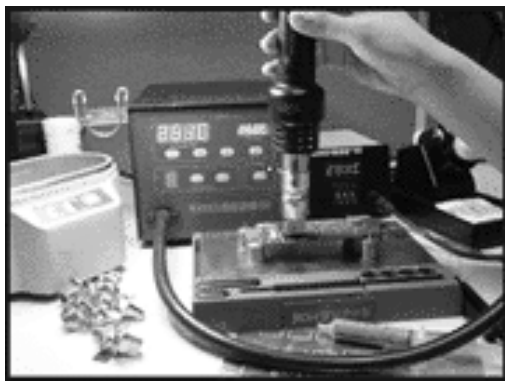

图 3-2-1 SUNKKO 852B 智能型热风拆焊器
- (1) SUNKKO 852B 智能型热风拆焊器，如图 3-2-1 所示。